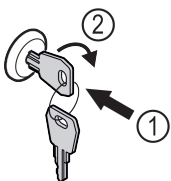

Fig. 90 Przykładowa prezentacja
- ▶ Włożyć kluczyk Fig. 90 (1).
- ▶ Przekręcić kluczyk o 90° w prawo Fig. 90 (2).